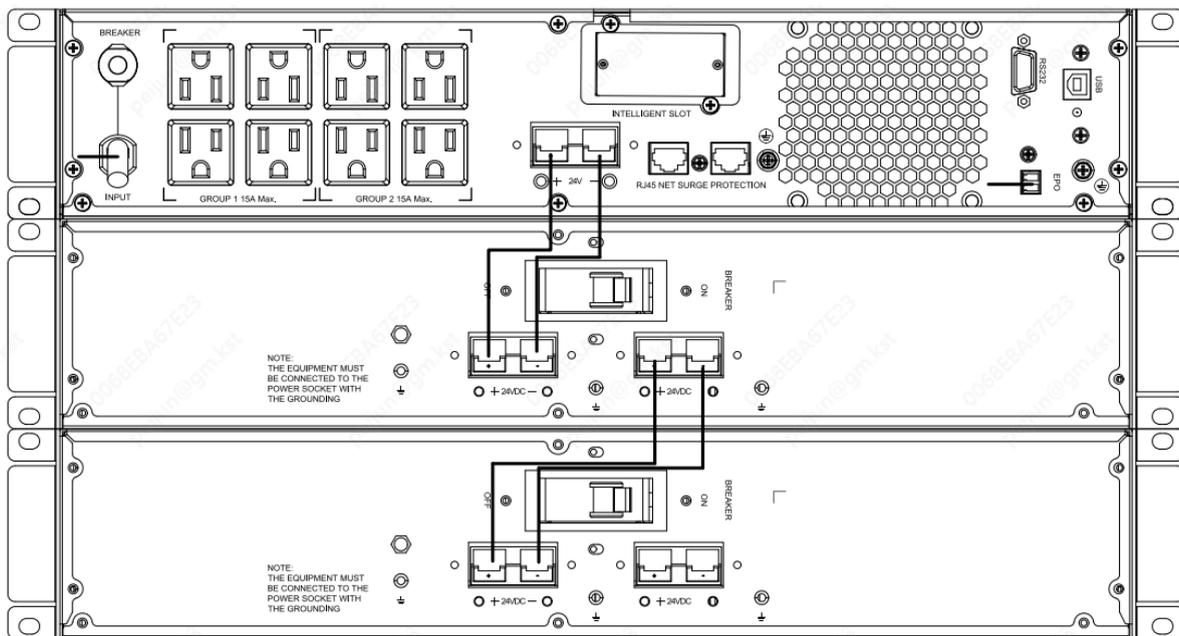

Figura 8 Instalación EBP típica
- d. Conecte el interruptor del EBP, instalación del EBP (Figura 8).